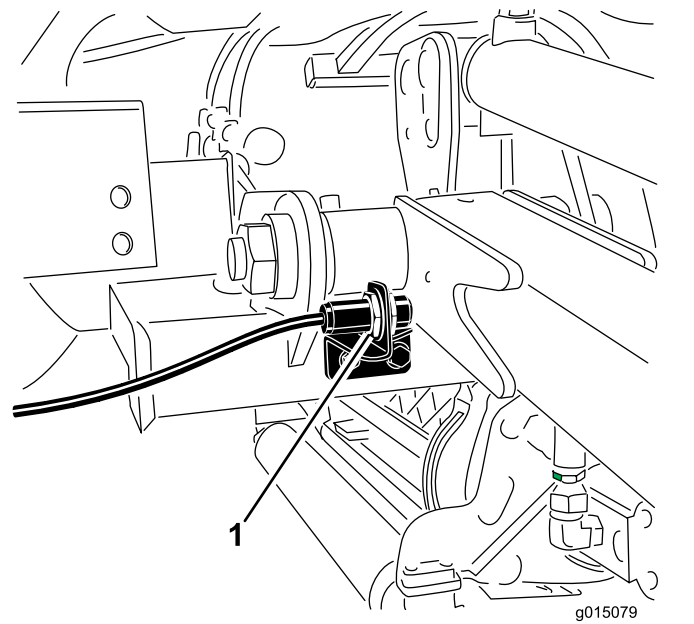

Figura 39
2. L'interruttore del braccio di sollevamento è situato dietro il braccio di sollevamento anteriore destro (Figura 39).
3. Allentate le viti di attacco dell'interruttore (Figura 39) e alzate l'interruttore per aumentare l'altezza d'inversione del braccio di sollevamento o abbassate l'interruttore per ridurla.